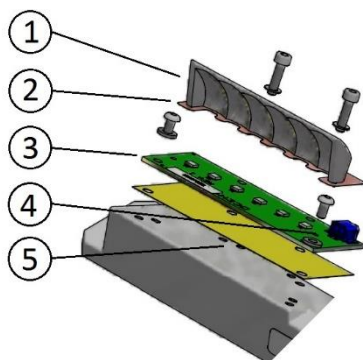

Figura 21 – Sostituzione del modulo LED
- scollegare il cavetto di alimentazione dal modulo LED (*Figura 21- n°4*)
- rimuovere il modulo LED (*Figura 21 - n°3*) ed il relativo riflettore (*Figura 21 - n°1*) dallo squadretto ferma prisma svitando le due viti TCEI M3x12
- assicurarsi che l'interfaccia termica (*Figura 21 - n°5*) sia correttamente posizionata sotto il modulo LED
- assicurarsi che il foglio isolante in Kapton (*Figura 21 - n°2*) sia correttamente posizionato sopra il modulo LED
- ricollegare il cavetto di alimentazione al modulo LED (*Figura 21 - n°4*)